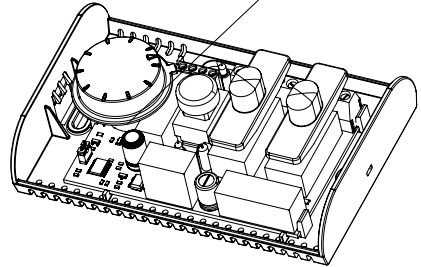

Рисунок 7.
- Установить перемычку в определенное положение (смотреть рисунок 7);